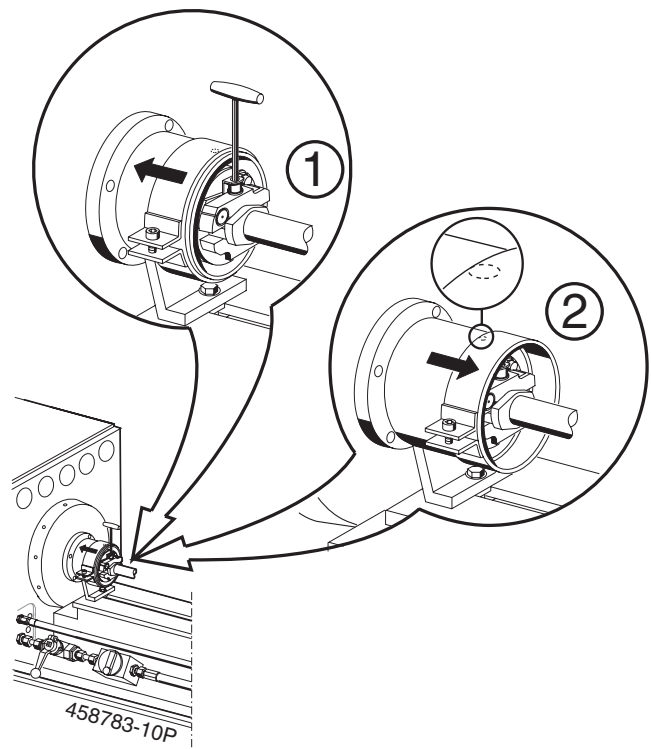

Fig. 7: Skyddskåpa och skyddsring
2. Skjut på skyddsringen ända till anslaget på skyddskåpan (se bild 7, pos. 1).
3. Spänn upp fördelarpumpen i drivkopplingen (se bild 7, pos 1).
4. Skjut skyddsringen så långt framåt att borrhålet på skyddskåpan är precis övertäckt (se bild 7, pos 2). Skyddsringen täcker då drivkopplingen. Fäst skyddsringen i denna position.